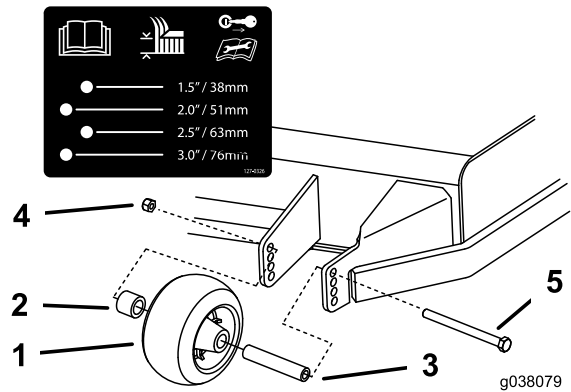

Figure 32
- Réglez les galets anti-scalp comme montré à la Figure 32.